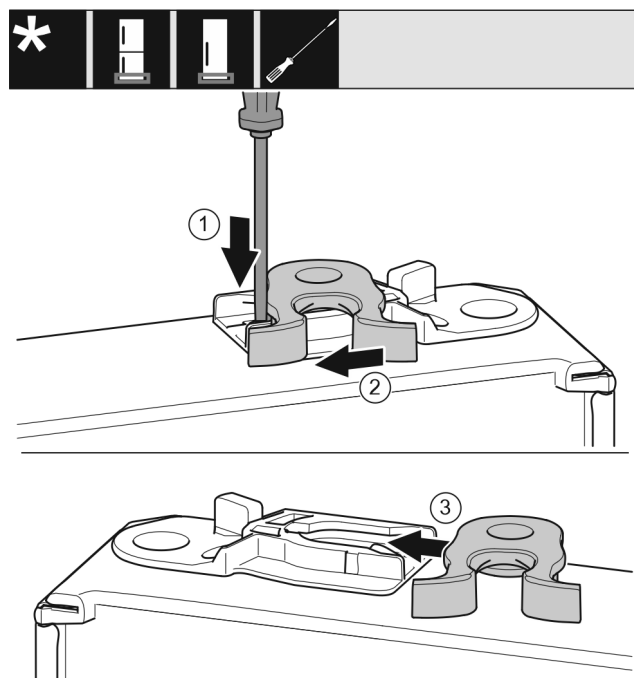

Fig. 22
- Pousser la languette Fig. 22 (1) vers le bas avec un tournevis plat.
- Retirer la gâche Fig. 22 (2) du guide.
- Pousser la gâche Fig. 22 (3) de l'autre côté dans le guide.